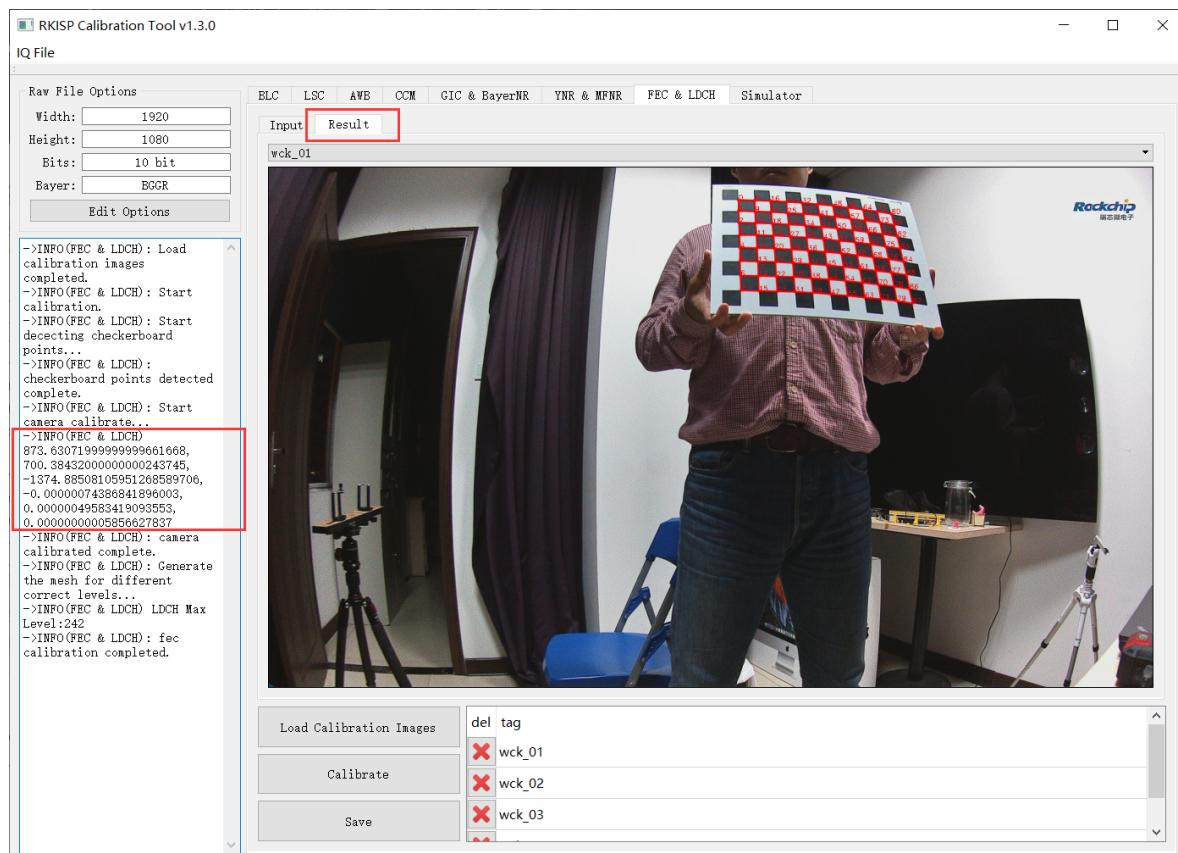

图4-7-3-1
2. 如果标定成功，则会出现图4-7-3-1的结果，在左侧log显示框可以查看标定后的畸变参数，6个参数的意义从上至下依次为相机的中心坐标(cx, cy)、相机畸变参数(a0, a2, a3, a4)。在右侧的结果选项卡可以查看每张图像的棋盘格内角点检测结果。如果出现个别检测结果不准确的情况，可以把对应的图像删除，重新进行标定，以获得更加准确的标定结果。生成的FEC和LDCH映射表保存在result目录下对应的文件夹内。